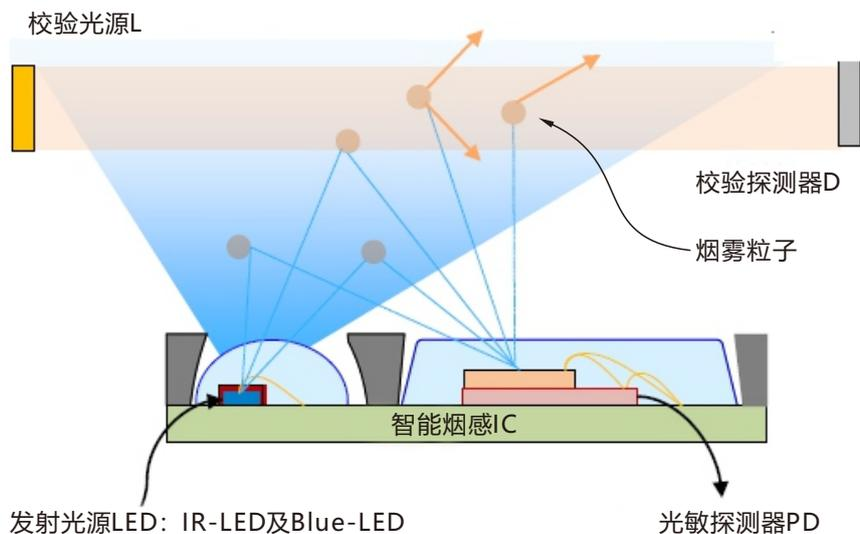

图6 智能烟感IC的原理及校验
如图6所示，假设在标准烟雾室中，校验光源L，校验探测器D，两者之间的距离为d。基于光密度计，假设无烟状态下，探测器接收到的光密度为 P_0 ，而在有烟状态下接收到的光密度为 P_1 ，则遮蔽度 β 可以通过下式计算：
- 芯片级的智能型专用集成光电模块(见图6)
如图6中，光敏探测器PD的光电流对应于散射光的功率nW，已知发射光源LED的发射电流及对应的光功率mW，光功率传输比PTR可以表达如下：